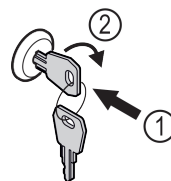

Fig. 102
- ▶ Sleutel erin duwen Fig. 102 (1).
- ▶ Sleutel 90° rechtsom draaien Fig. 102 (2).